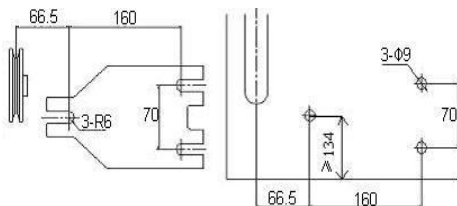

图 1-1 螺栓钻孔尺寸图
**第一步：** 安装吊装螺栓。若缝纫机台板上无预留定位孔时则需按图 1-1 所示尺寸钻孔，置入定位吊装螺栓。